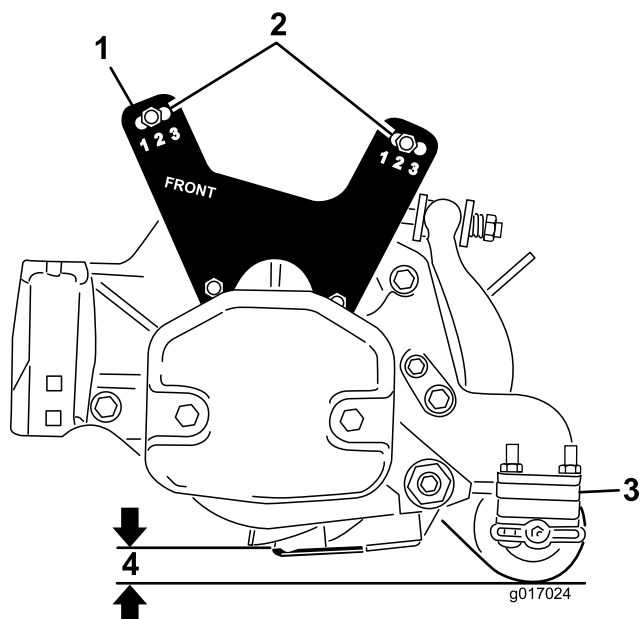

図 21
- カッティングユニットを床に降下させ、床からベッドナイフまでの距離を図21のようにして測定する。